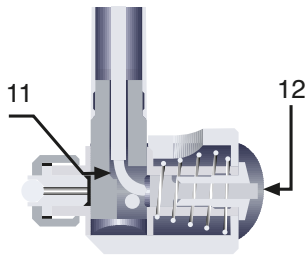

Fig. 6.
Lors de l'assemblage du segment (11), s'assurer que son angle reste orienté vers le corps de l'instrument. (Fig.6)
Beim Einbau des Segments (11) darauf achten, dass der Körnerpunkt auf dem Segment immer in Richtung des Oberteils weist (Abb.6).
When mounting the segment (11), make sure its angle always points towards the bore gauge body. (Fig.6)